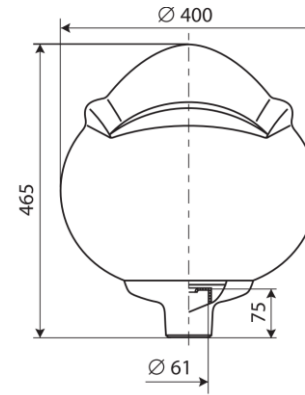

Рисунок 1
2.1 Светильники торшерные серии ЖТУ/ГТУ/РТУ/НТУ/ДТУ06 «Адонис» (рисунок 1) предназначены для функционально-декоративного освещения парков, скверов, бульваров, зон отдыха, территорий микрорайонов, коттеджных поселков.